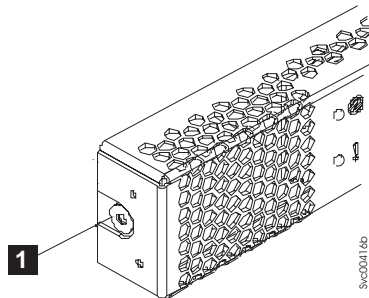

図 71. 2145-CG8 または 2145-CF8 サービス・コントローラーの左側の解放ボタン
5. コントローラーの各側面にあるくぼみの中の青色のサービス・コントローラー解放ボタンを見つけます。99 ページの図 71 を参照してください。